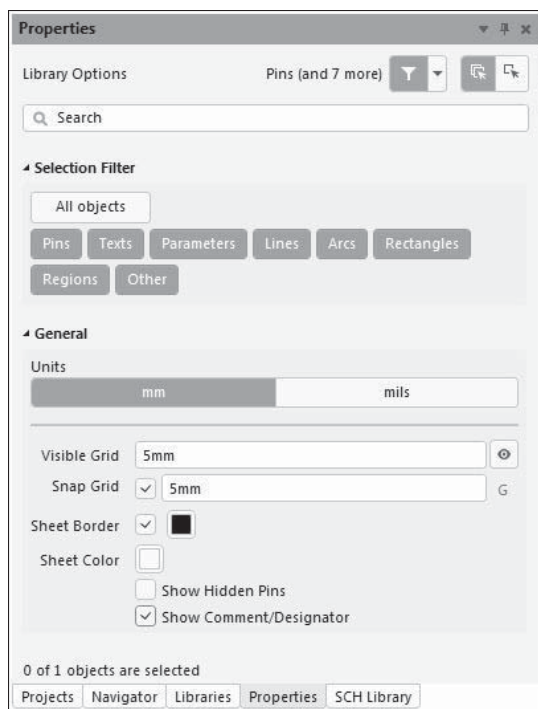

Рис. 2.4. Настройка конфигурации редактора схемной библиотеки
5. Командой главного меню **Tools | Document Options** активизировать панель **Properties**. Панель открывается в режиме настройки рабочего пространства графического редактора (Library Options), дополняющего глобальные настройки (рис. 2.4). В секции **General** панели следует: